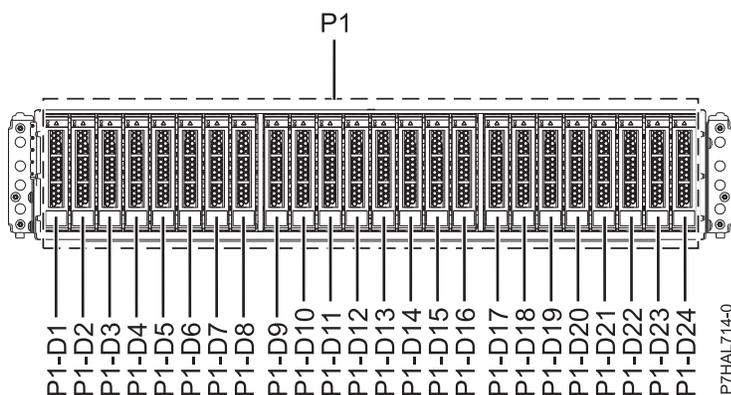
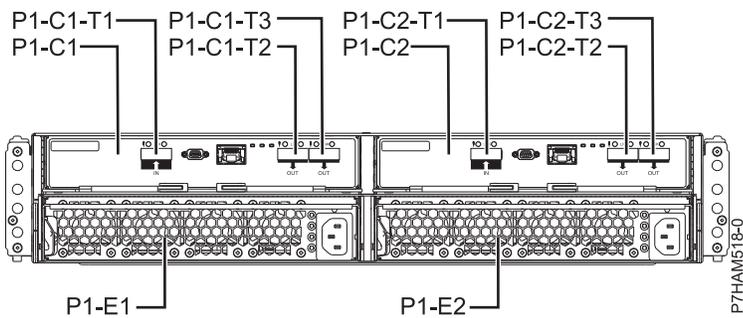

Figure 21. Vue avant du boîtier d'unité de disque 5887 illustrant les emplacements des unités de disque
Figure 22. Vue arrière du boîtier d'unité de disque 5887
2. Identifiez le composant et le boîtier sur lesquels vous souhaitez intervenir. Les emplacements des unités de disque et des unités SSD sont situés à l'avant du boîtier. La figure 21 et la figure 22, à la page 22 montrent les vues avant et arrière du boîtier d'unité de disque 5887 et les emplacements des unités de disque dans le boîtier d'unité de disque 5887.